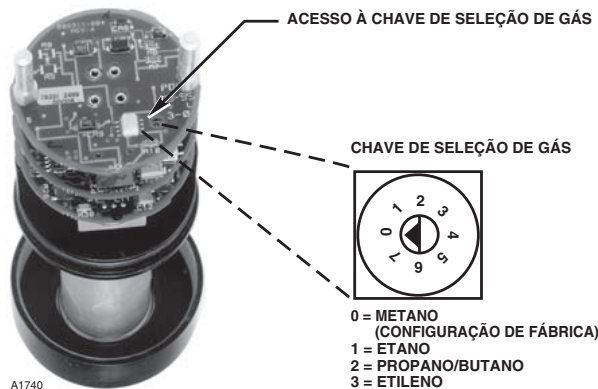

Figura 14 — Localização da chave de seleção de gás no fundo do conjunto eletrônico
4. Com uma pequena chave de fenda, gire a chave de seleção de gás da posição 0 (metano) para a posição desejada. Consulte a Figura 14. Certifique-se de que a ponta da seta na chave esteja alinhada com a posição selecionada.